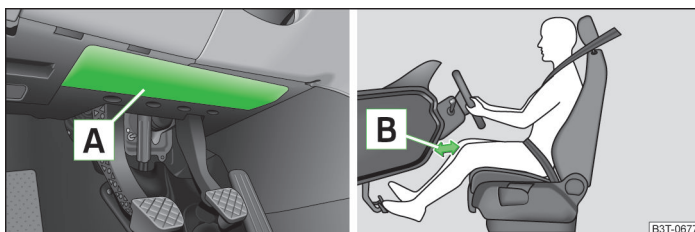

Fig. 156 Airbag de genoux du conducteur sous la colonne de direction
L'airbag de genoux du conducteur **A** est logé dans la partie inférieure du tableau de bord sous la colonne de direction » fig. 156.
- Réglez le siège du conducteur en sens longitudinal de façon à ce que la distance **B** entre les jambes et le tableau de bord à hauteur de l'airbag de protection des genoux soit de 10 cm au moins » fig. 156. S'il n'est pas possible de remplir cette condition pour des raisons de taille corporelle, veuillez consulter un atelier spécialisé.